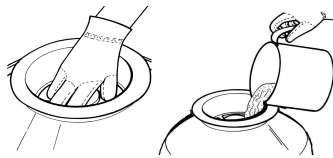

FIG. 7
3. Appoggiare l'apposito imbuto sulla bocca della boccia facendo attenzione a coprire adeguatamente il tubo e cominciate a versare all'interno della boccia la sabbia al quarzo (non fornita) Fig.7